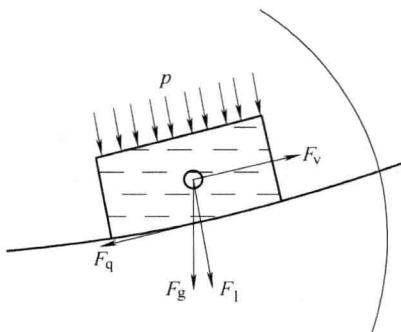
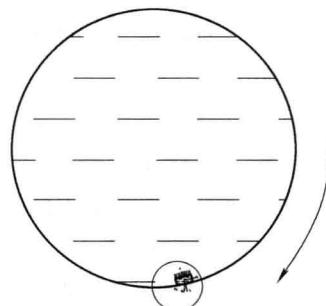

图 1-13 放大的分离流体
图 1-14 回转的流体
(1) 表面力 表面力是作用在所研究的分离液体表面上的力，其大小与被作用的表面面积成正比，而与质量无关。表面力分为切向力和法向力。见图 1-13 中， F_q 为切向力，切向力是指周围液体或固体壁面对分离液体表面产生的摩擦力，其方向与作用表面相切。法向力是指周围液体或固体壁面对分离液体表面产生的总压力，其方向是沿作用表面的法线方向。单位面积上的表面力称为应力，它表征了表面力的强度。单位面积上的切向力称为切应力，简称为切力。单位面积上的法向力称为压应力，或简称为压力，图 1-13 中的 p 就是压力。
(2) 质量力 质量力是作用在所研究的分离液体中所有质点上的力，它是向量。质量力的大小与分离液体的质量成正比。质量力包括重力和惯性力。重力是地球对液体产生的引力，而惯性力是作变速运动的液体所具有的质量力。惯性力又包括液体作直线变速运动时产生的直线方向惯性力和液体作圆周运动时(见图 1-13 和图 1-14)产生的离心惯性力两种类型。若液体作的是一般曲线运动，则上述两种惯性力均存在。